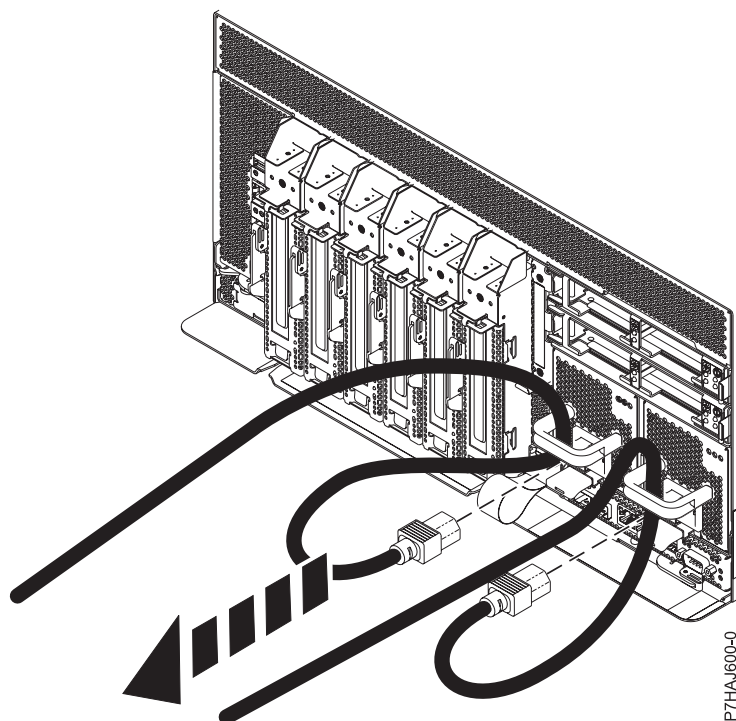

Figura 21. Extracció dels cables d'alimentació
3. Desconnecteu els cables d'alimentació de la unitat del sistema tal com es mostra a Figura 21.